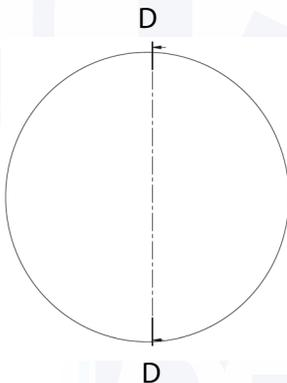

Fig. 4 - vista superior fundação
- Para a fundação será necessário contratar um profissional da área de construção civil. As medidas indicadas na **Tabela 2** e nas **Fig. 4, 4.1, 4.2, 4.3, 4.4, 4.5** mostram modelos de fundações indicadas para cada resfriador.